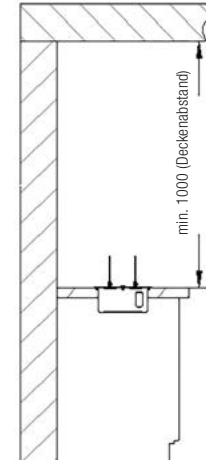
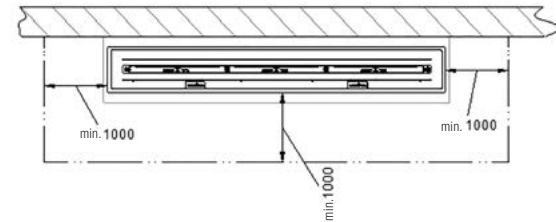

Abb. 23 Mindestabstand Deckel
Abb. 24 Mindestabstände zu brennbaren Bauteilen
- Zu seitlichen brennbaren Bauteilen, Möbeln, Dekorationen oder Vorhängen ist ein Mindestabstand von 300 mm (siehe Abb. 24) einzuhalten, um ausreichend Wärmeschutz zu gewährleisten! Oberhalb des ebios-fire-Möbel, bis zur Zimmerdecke (Deckenabstand >1000 mm), dürfen sich keine Gegenstände befinden (siehe Abb. 23)!